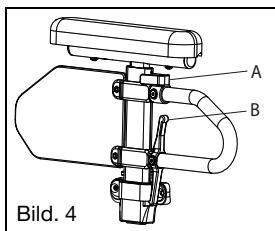

Bild. 4
- b. Armstödet låses automatiskt på plats. Kontrollera att låsspaken är i det läge som visas på bilden (bild 4:B).
- a. Vrid frigöringsspaken (bild 4:A).
- d. Tryck på armdynan tills den övre armen låses på plats ordentligt. Kontrollera att låsspaken är i det läge som visas på bilden (bild 4:A).
- a. Kläm ihop frigöringsspaken (bild 4:B) och ta bort armstödet.